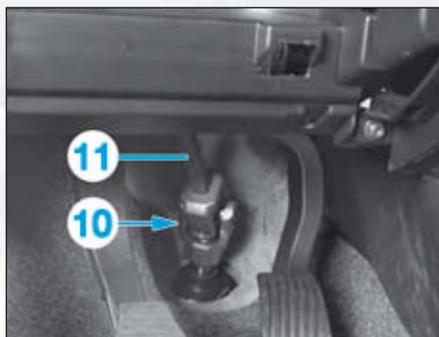

FIG.16
- Déposer la vis (10) (Fig.16).
- Désaccoupler l'arbre intermédiaire (11) de colonne de direction.